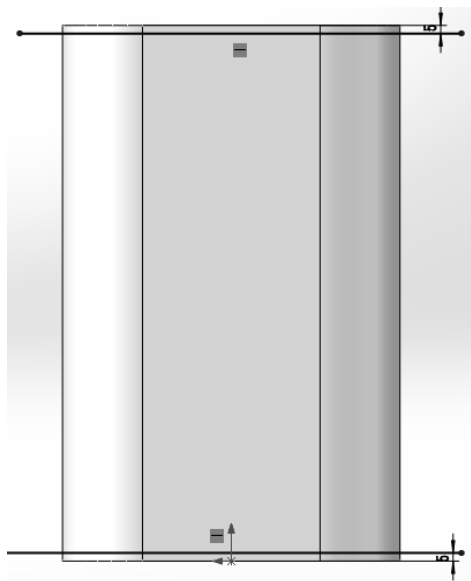

图 7-87 草图 2
(7) 选择刚才新建的基准面 1，绘制如图 7-87 所示的草图 2。